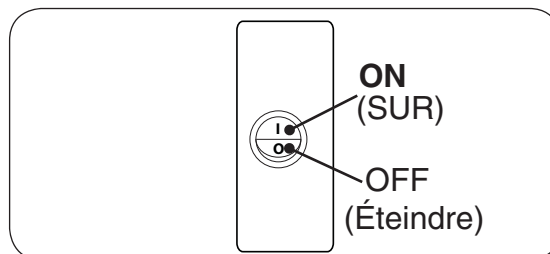

Fig. 36-2 Boîte de commutation, ON/OFF
2. Repérez l'interrupteur ON/OFF sur le devant de la boîte de commutation. Appuyez sur l'interrupteur sur la position **ON (I)**. Voir Fig. 36-2.
Vérifiez périodiquement le pilote pour le modèle de la flamme. La flamme de la veilleuse devrait encercler le thermocouple, et est pré-réglé en usine (voir Fig. 36-2).